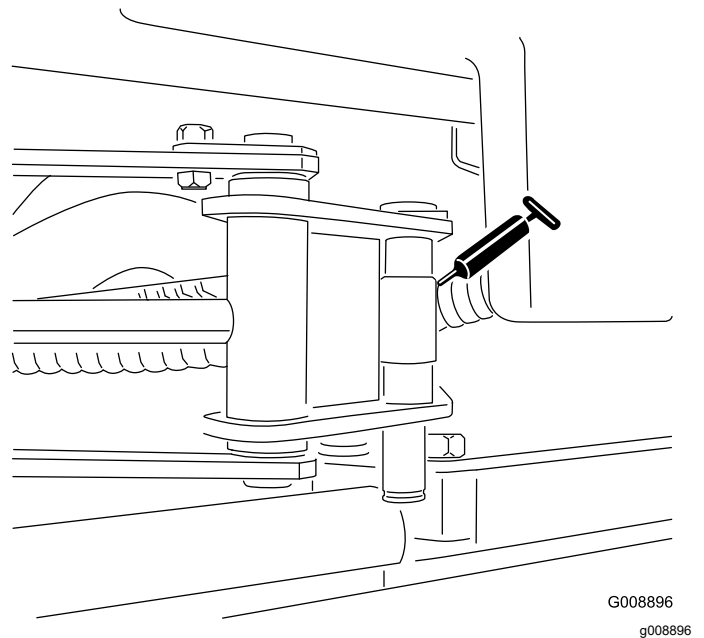

Figura 39
- Extremidades do cilindro do SideWinder (2) (Figura 39)